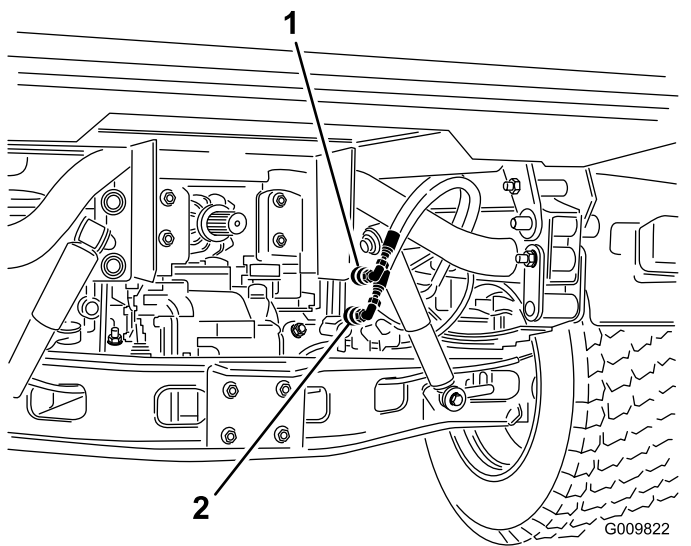

Figura 71
2. La ambele maini, deconectați cele 2 furtunuri cu cuplaj rapid de la furtunurile fixate pe suportul de cuplare (Figura 71).